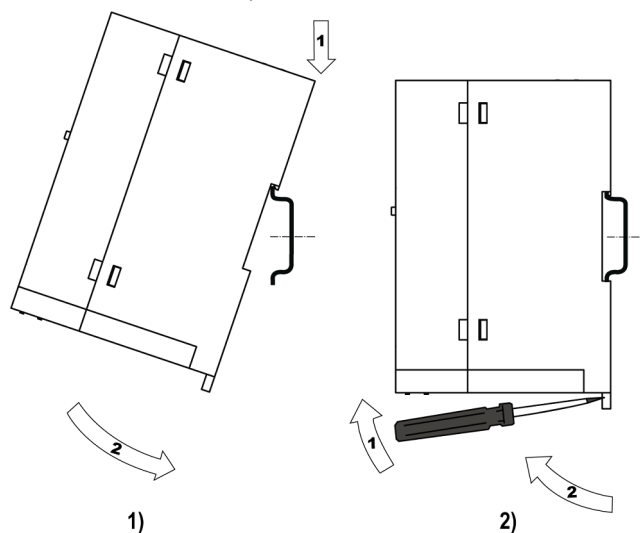

Рисунок 4.2 – Монтаж (1) и демонтаж (2) прибора на DIN-рейке
3. Закрепить прибор на DIN-рейке (см. рисунок 4.2) или на вертикальной поверхности с помощью винтов (в комплект поставки не входят).